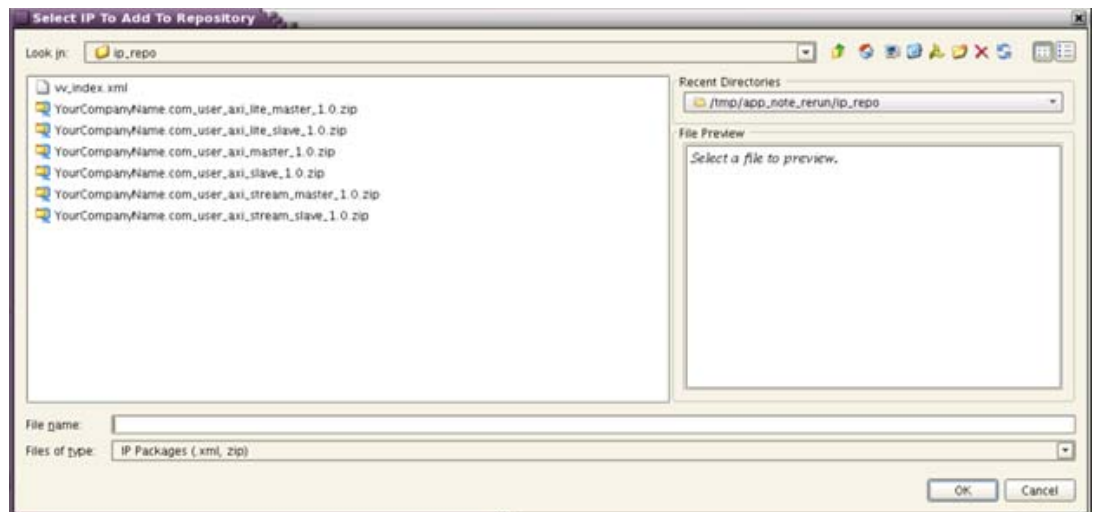

図 30 : AXI4-Lite マスターが選択されている [Select IP To Add To Repository]
7. [Select IP To Add To Repository] で `YourCompanyName.com_user_axi_lite_master_1.0.zip` を選択し、[OK] をクリックします (図 30)。これで、圧縮された ZIP ファイルは使用に適した形式で `<design_dir>/ip_repo` ディレクトリに展開されます。